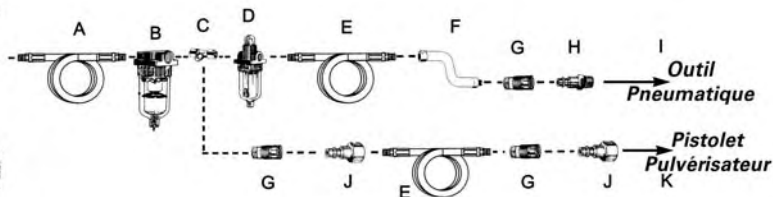

Figure 1
- Branchez l'outil au raccord rapide du tuyau flexible d'air. **REMARQUE : Il est recommandé d'utiliser un flexible de raccordement à pivot (P012-0079SP - non inclus) afin d'empêcher le tuyau flexible de s'en tortiller ou de se plier et de prévenir son usage excessif (voir l'élément F de la Figure 1 pour les connexions recommandées).**
Pour conserver le rendement optimal du moteur pneumatique, il faut le lubrifier à chaque utilisation. Des résidus de poussière, de saleté et d'huile se logeront à l'intérieur de l'outil et en réduiront le rendement. Un huilier sur canalisation est recommandé pour lubrifier automatiquement l'outil de façon adéquate (voir Figure 1). Si ce dispositif n'est pas disponible, il est possible de lubrifier l'outil manuellement par l'orifice d'admission (voir Figure 4).